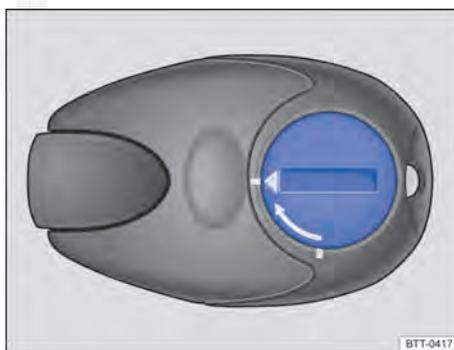

Fig. 182 Aquecimento estacionário: cobertura da bateria do controle remoto.
- Com um objeto plano e sem pontas, por exemplo, uma moeda, gire a ranhura no sentido contrário ao sentido da seta até a marcação para abrir a cobertura ⇒ Fig. 182.
- Colocar a bateria nova. Atentar para a polaridade correta e utilizar baterias do mesmo modelo ⇒ ①.